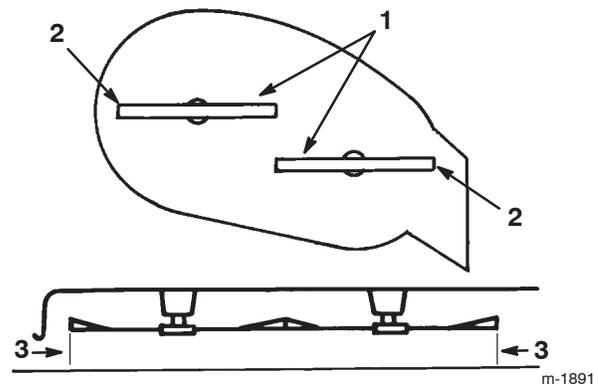

Figure 48
5. Tournez prudemment les lames pour qu'elles soient parallèles dans le sens transversal (Fig. 48).
6. Mesurez la distance entre les tranchants extérieurs et le sol plat (Fig. 48). Si les deux mesures diffèrent de plus de 5 mm, l'horizontalité transversale doit être réglée comme expliqué aux points 7 à 10.